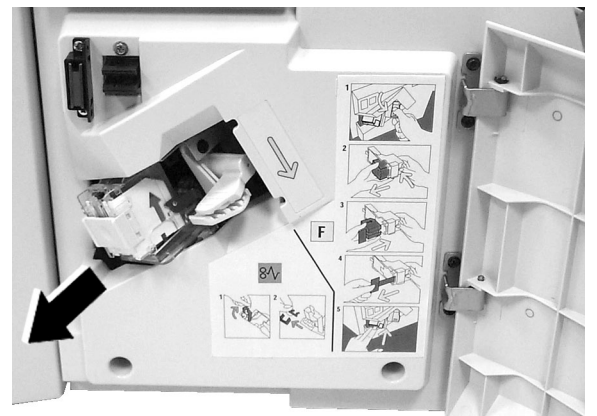

Figura 4: Modo de sacar el cartucho de grapas
- 3 Levante un poco el cartucho de grapas y sáquelo del alojamiento del cartucho (Figura 4).